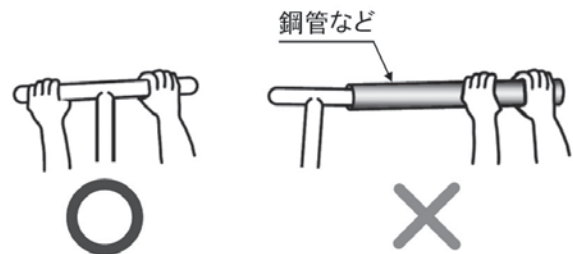

図4 開閉操作
- ① 塩ビ製仕切弁の弁体にゴムを使用していますので、締め過ぎないように注意してください。
- ② 止水出来ないときは異物の噛み込みなどが考えられますので、無理に締め付けず、一旦仕切弁を開いて異物を流してください。
- ③ 塩ビ製仕切弁に付属している丸ハンドルや開栓用T字形ハンドルに器具や鋼管などを使用して、過度の開閉操作をしないでください。（図4）